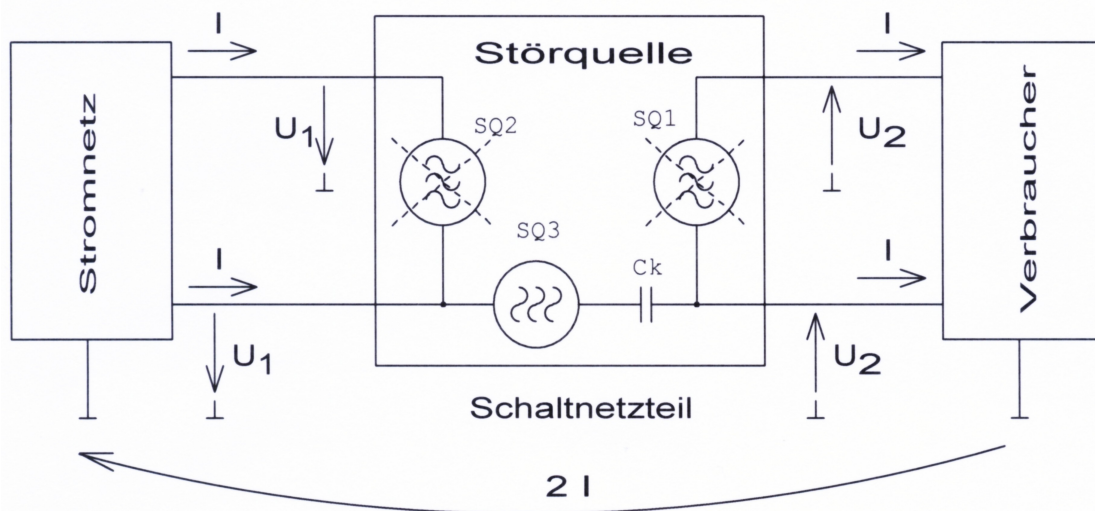

Bild 2.5 Entstehen von Gleichtaktstörungen, geerdeter Verbraucher
- Ist der Verbraucher nach Bild 2.5 direkt oder über eine Leitung mit dem Erdpotential verbunden, schließt sich der Störstromweg über das Stromnetz, das Rechnernetz oder die Erde einer Antennenanlage.